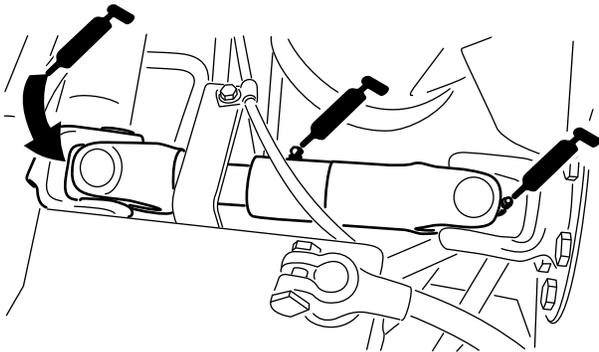

Рисунок 42
- Универсальный шарнир вала привода насоса (3) (Рисунок 42)